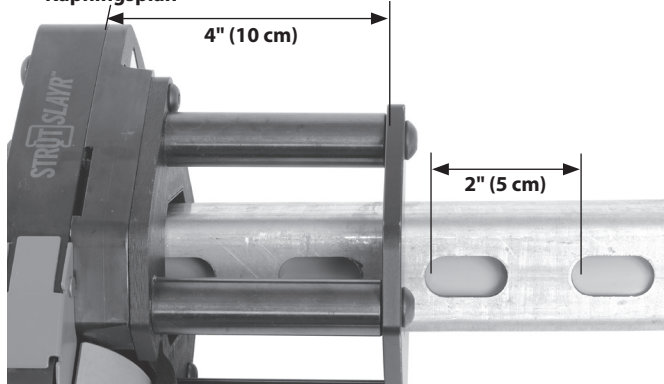

Bild 7 – Rikta in kapning med kanalöppningar
- Kanalöppningar förekommer i regel var 2" (5 cm). Om de gör det kan profilstödsplattan användas för att rikta in en kapning mot öppningen – Se bild 7.